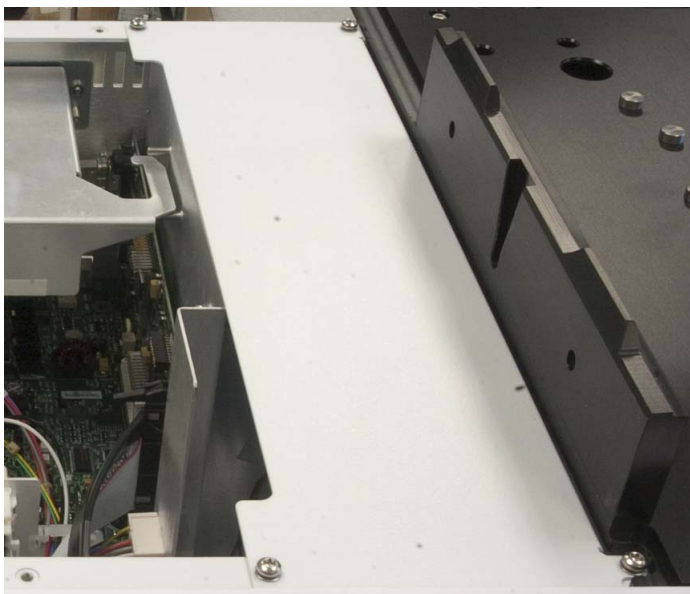

図 28 右上のメインフレームカバーを外す
- 5 メインフレーム右上のカバーを固定する 4 つの T-20 トルクスネジを外し、カバーを取り外します (図 28)。